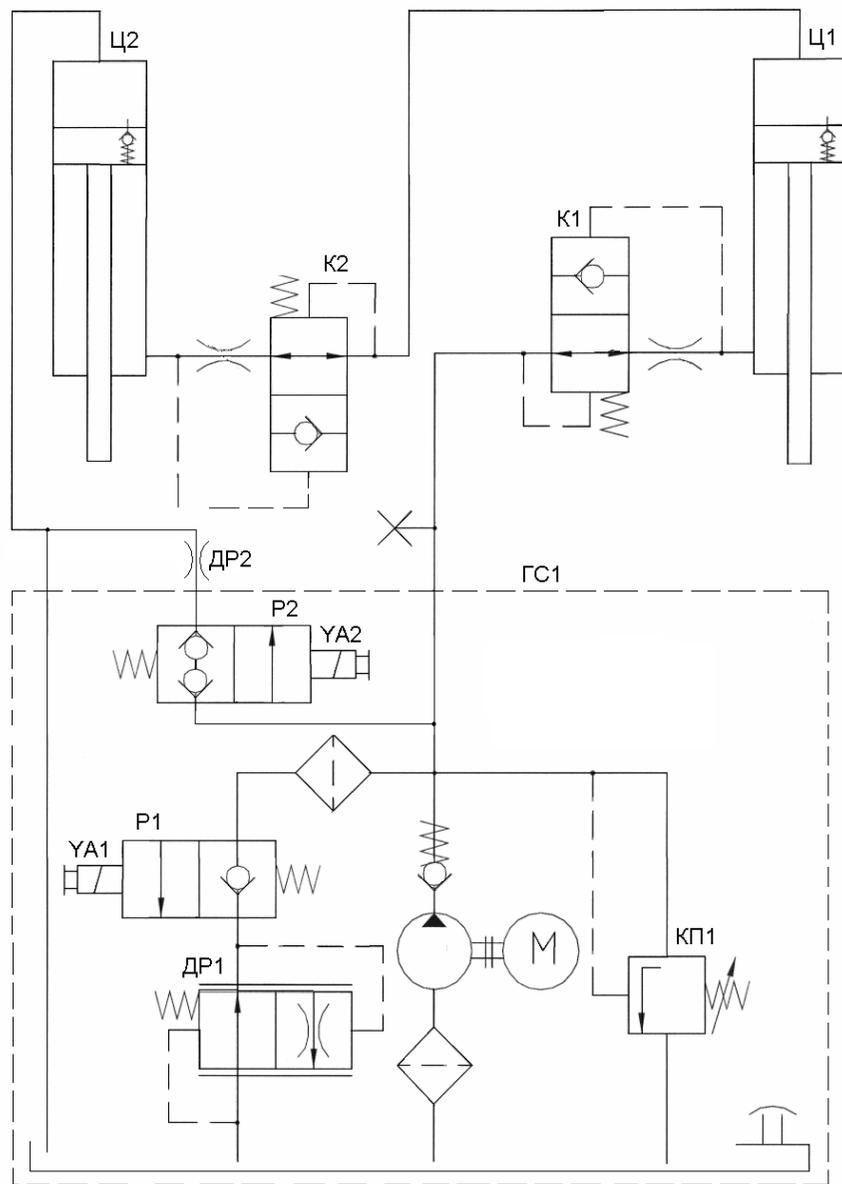

Рис. 5. Схема гидравлическая принципиальная
4.8. Электрические схемы приведены на Рис. 3 и 4. Схема гидравлическая приведена на Рис. 5. Перечни элементов схем см. таблицы №1 и №2.